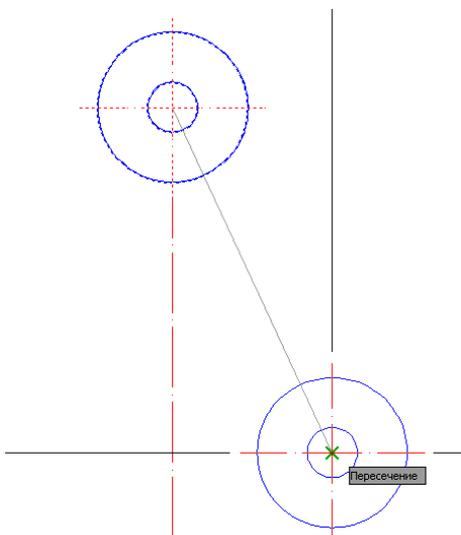

Рис. 58. Копирование окружностей
С помощью данной работы осваиваются операции точного черчения в программе AutoCAD. В данном пособии предлагается следующая последовательность выполнения чертежа, проиллюстрированная на рис. 58 – 64:
- 3.5. Скопировать окружности с осями с базовой точкой в центре окружностей с помощью команд **Редактирование** → **Копирование объекта** (см. подр. 3.2.1 и рис. 58). Удалить лишние прямые линии.